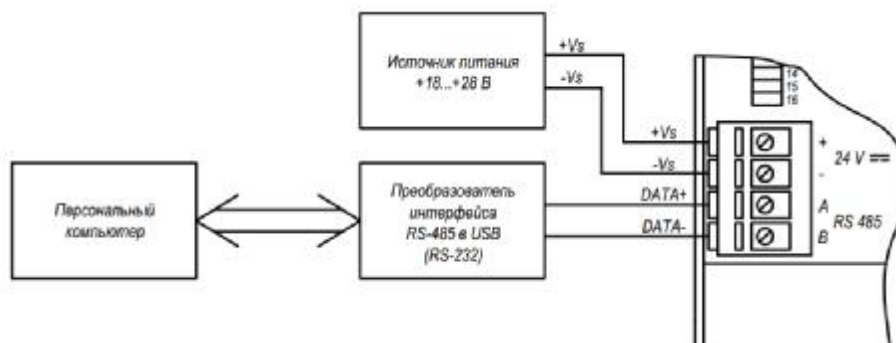

Рисунок 1.4 – Подключение модулей к порту ПК
1.4.2.1 Для конфигурации модуля может быть использован офисный ПК стандартной комплектации, имеющий порт RS-232 или USB. Модуль подключается с помощью преобразователя интерфейса RS-232 в RS-485 (USB в RS-485) (рисунок 1.4).